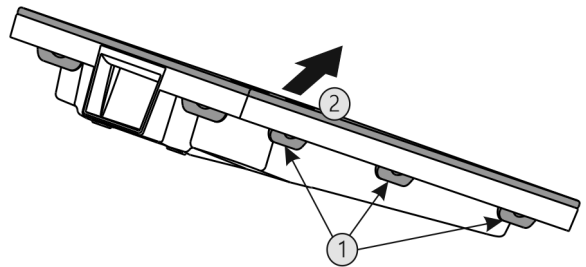

Fig. 42
- ▶ Wszystkie nakładki Fig. 42 (1) wcisnąć po kolei i zdjąć Fig. 42 (2) pokrywę.